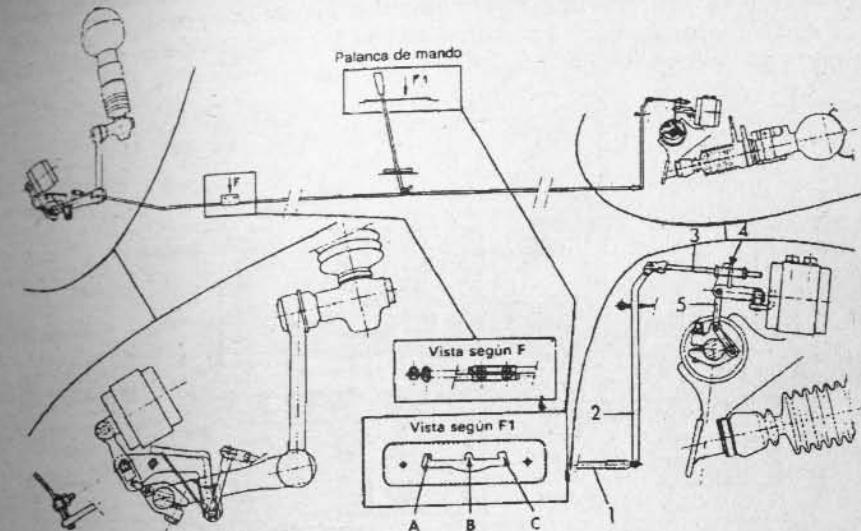

Fig. 1-23.— Mando manual de alturas. Automóviles GS y CX
**Mando manual de altura:** La palanca manual de este mando (Fig. 1-23) modifica el equilibrio del distribuidor de los correctores y permite seleccionar tres posiciones en la altura del vehículo:
**Paso de posición normal a intermedia:** Al desplazar la palanca de mando desde (A) a (B), se desplaza la varilla trasera (1), la que transmite un esfuerzo a la de torsión (2), guiada en rotación por dos soportes. La varilla (3), la chapa (4) y el distribuidor del corrector son empujados hacia adelante, mandando mayor cantidad de líquido AP y el vehículo "sube".